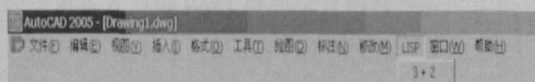

图 7
(8) 单击【关闭】按钮。这样，LISP 菜单便会出现 AutoCAD 的菜单栏内，如图 7 所示。